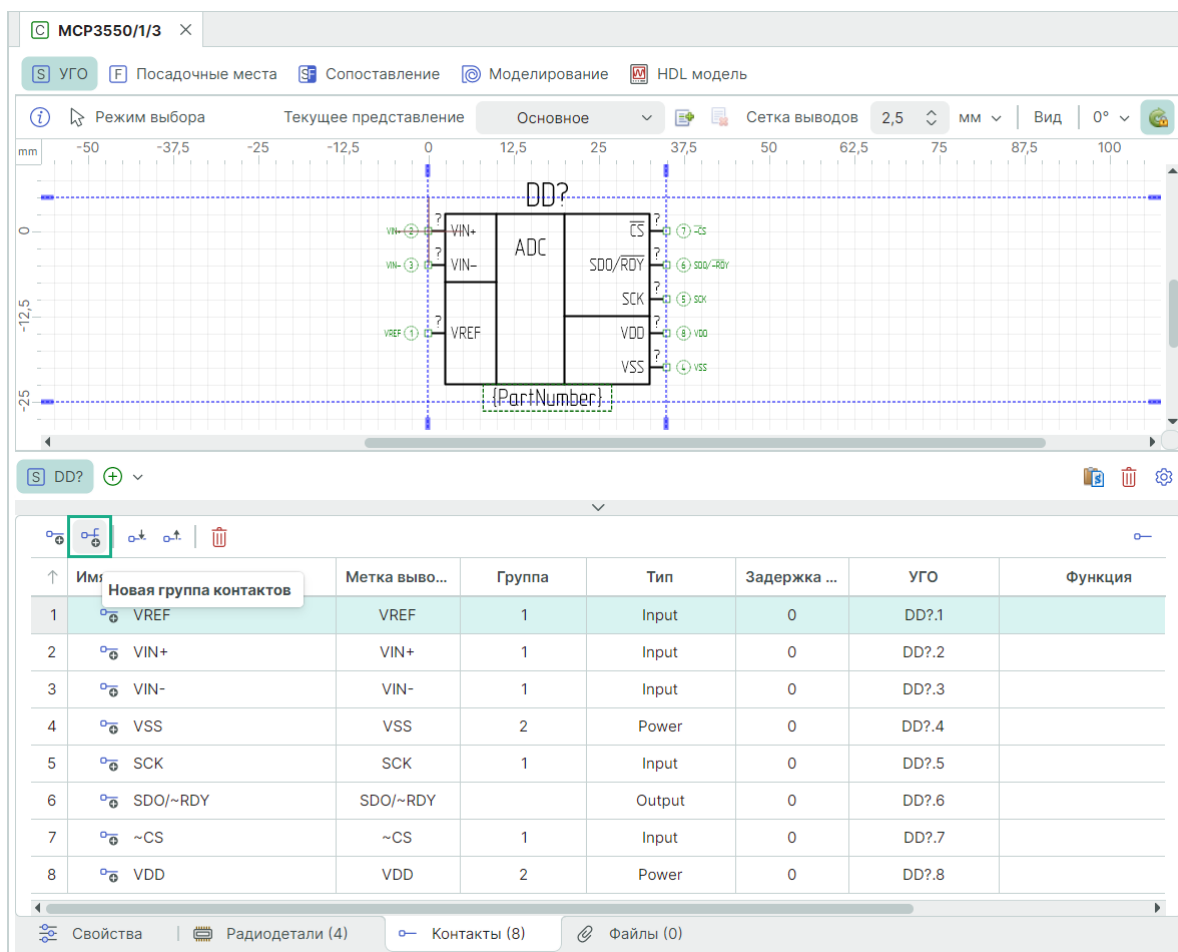

Рис. 262 Создание группового вывода и контактов
1. Нажмите иконку  «Новый группа контактов», см. Рис. 262.